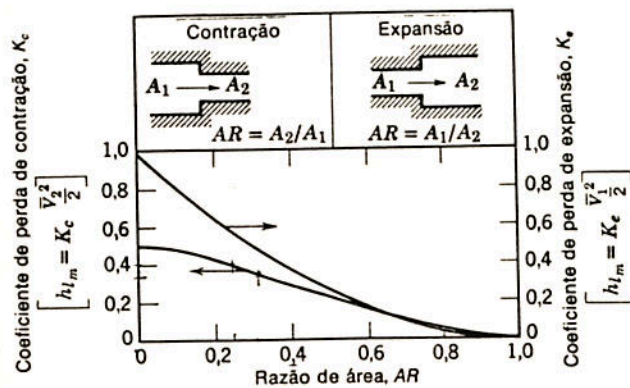

FIGURA 4.
PARA OS CASOS DE ESCOAMENTOS COM CONTRAÇÃO OU EXPANSÃO ABRUPTAS DA SEÇÃO TRANSVERSAL DO DUTO, VALORES DO COEFICIENTE DE PERDA (K) SÃO DADOS NA FIGURA 4.
DA FIGURA 4, PODE-SE PERCEBER QUE EM GERAL A PERDA DE CARGA É MAIOR NUMA EXPANSÃO DO QUE NUMA REDUÇÃO DE SEÇÃO.